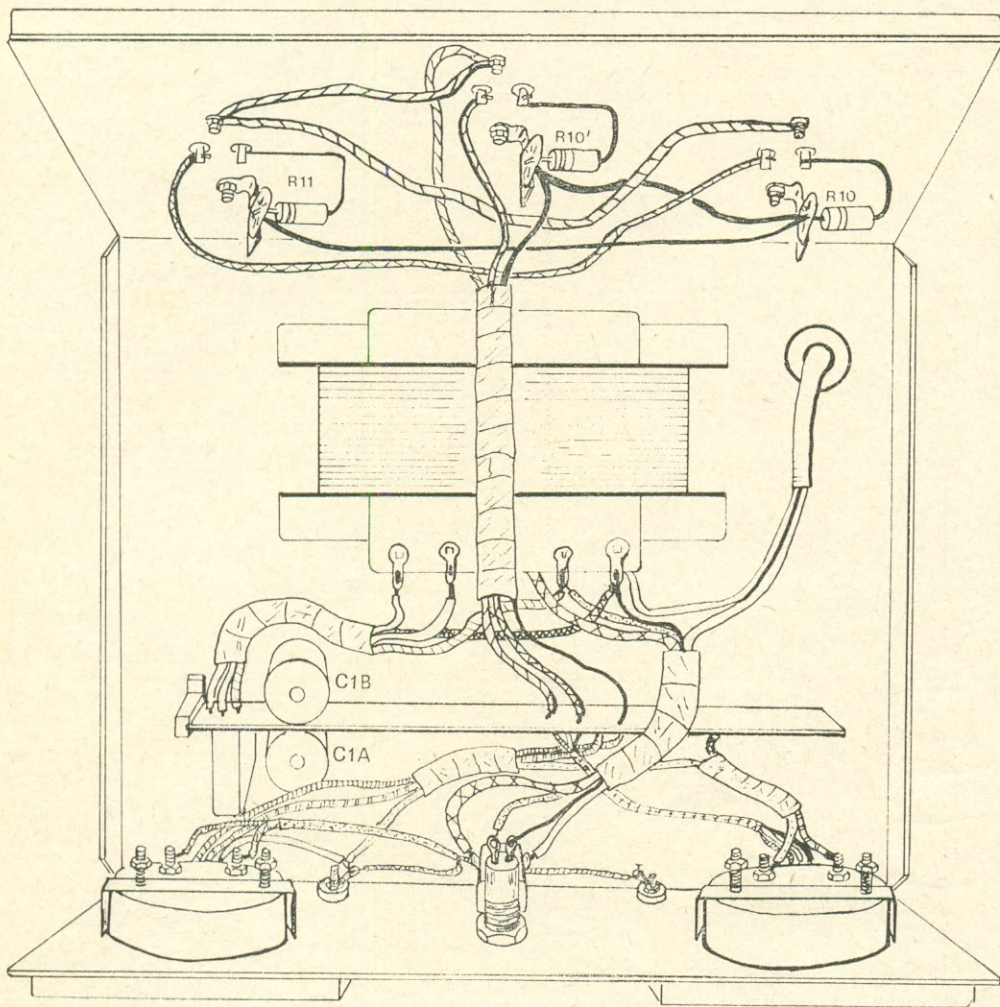

FIG. 5 — Aspecto da fiação da fonte.
12.º) Usando a Fig. 5 como referência, executar a fiação da fonte e fixar a plaqueta de circuito impresso ao chassi, usando 2 colunas de fixação ou cantoneiras. Colocar os botões nos potenciômetros e ligar o cordão de alimentação, fazendo em seguida uma verificação geral de toda a montagem. Depois disso, ligar o aparelho à rede C.A.;